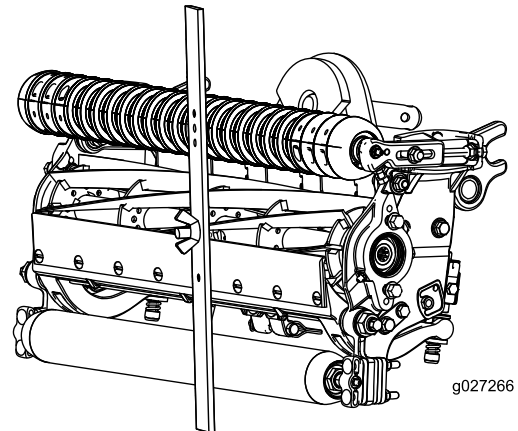

Figura 17
4. Prenda a cabeça do parafuso à extremidade cortante da lâmina de corte e apoie a extremidade traseira da barra no rolo traseiro (**Figura 17**).
5. Rode o parafuso de ajuste até que o rolo entre em contacto com a dianteira da barra indicadora (**Figura 17**). Ajuste ambas as extremidades do rolo até que todo o rolo esteja paralelo à lâmina de corte.